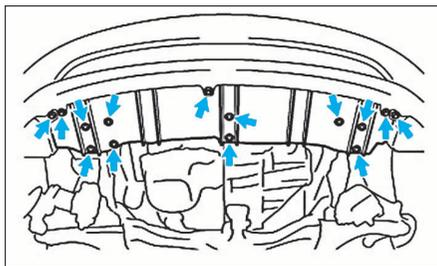

FIG. 78
- Déposer le sabot de bouclier (Fig.78).